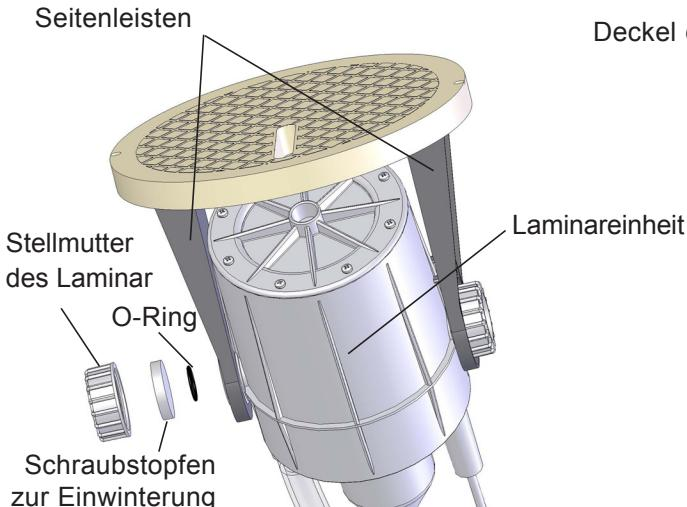
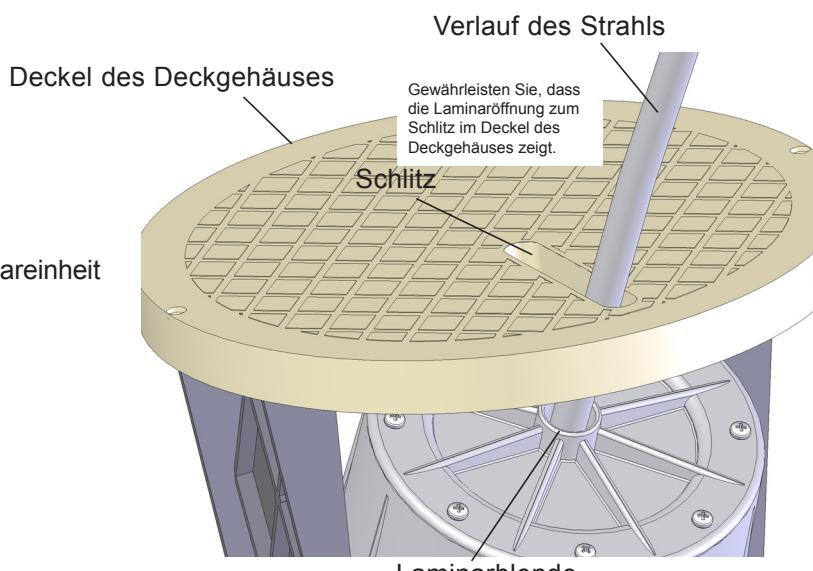

Abbildung 3
Abbildung 4
1. Drücken Sie vorsichtig die Seitenleisten auseinander und schieben Sie die Laminareinheit in die Öffnungen der Seitenleisten (Abbildung 3). Stellen Sie dabei sicher, dass die Laminardüse durch den oberen Schlitz im Deckel des Deckgehäuses zeigt (Abbildung 4).